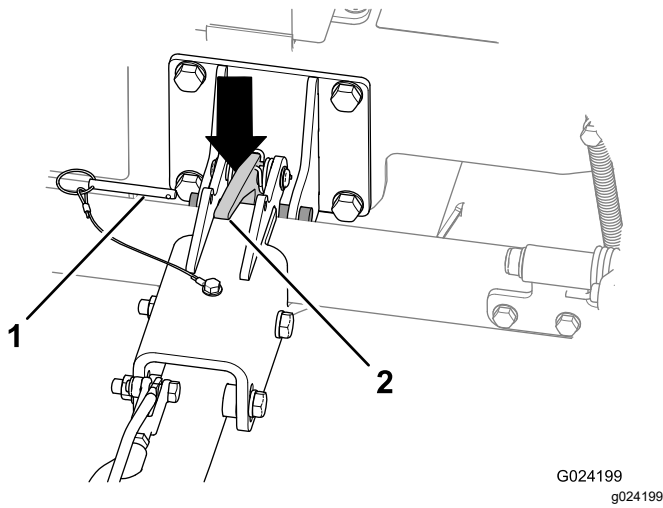

図 21
- 2. ロッキングピンを抜き取る 図 21。
4. ヒッチのラッチを押し下げて、ヒッチを外す 図 21。